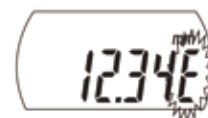

Fig. 5
4. La letra "E" que aparece temporalmente al final de la pantalla mientras el eje se mueve es normal. Sin embargo, si se muestra continuamente cuando el husillo está en reposo, es necesario repararlo. (**Fig. 5**)